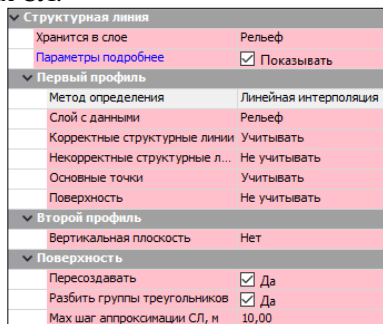

Рис. 6.10
- Затем построим еще одну СЛ, которая будет проходить по верху обрыва (точки под номерами **91, 126, 127**). В окне параметров установите настройки, как показано на рис. 6.10 и нажмите кнопку **Применить**. Обратите внимание, как перестроилась поверхность с учетом созданных СЛ.